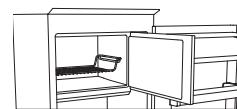
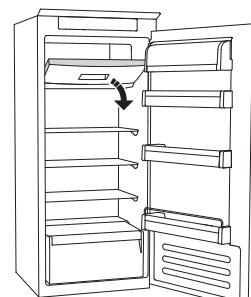

Figura 1
Figura 2
- arrume os alimentos na grelha, se existir (figura 1), ou diretamente no fundo do compartimento (figura 2)
- coloque os alimentos no meio do  compartimento sem que estes entrem em contacto com alimentos já congelados, mantendo uma distância de cerca de 20 mm (figura 1 e 2).
O SISTEMA STOP FROST (disponível consoante o modelo) facilita o processo de descongelação do compartimento do congelador. O acessório STOP FROST (figura 1) foi desenhado para recolher algum do gelo que se forma no compartimento do congelador e pode ser facilmente retirado e limpo, reduzindo assim o tempo necessário para descongelar o interior do compartimento do congelador.
- Abra a porta do compartimento do congelador e retire a gaveta superior (figura 2).